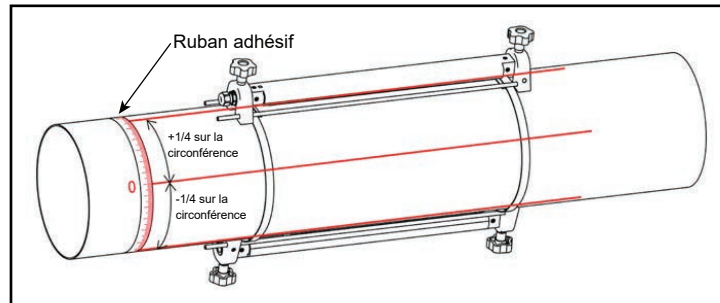

Figure 19 : Installation à une traversée avec deux dispositifs de fixation
- Posez deux colliers de fixation sur la conduite à environ 30 cm (12 pouces) l'un de l'autre (voir la figure 19 ci-dessous).